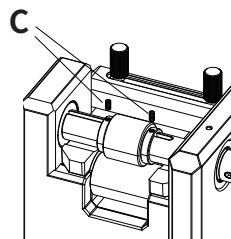

図11
- 6.図11に示すように、Oを使ってC定位リング固定ネジをD定位リングにねじ込みます。